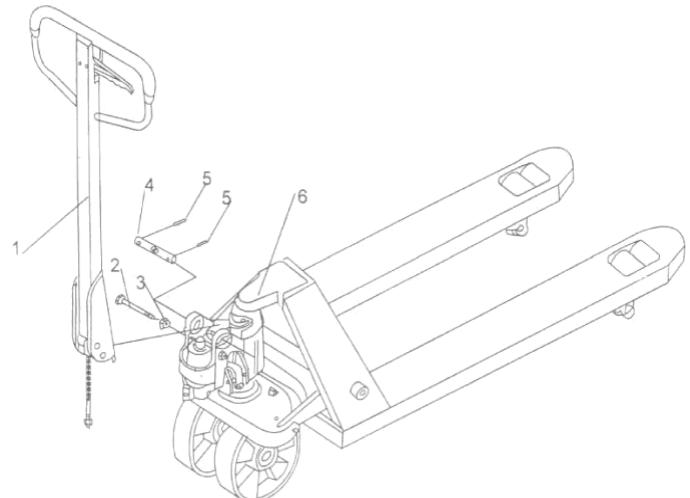

Bild 5 Montering av styrspak
- c) Tryck ner styrarmen; ta bort stiftet (2, bild 5).
- d) Ställ reglagespaken på handtaget till "RAISE"- (HÖJ) läget, höj sedan spakplattan med stiftet (2, Bild 5) och sätt in justerbullen i det främre spåret på spakplattan. Notera: Håll justermuttern under spakplattan.
- e) Använd en hammare för att föra in den andra tappen (5, bild 5) i det andra hålet på axeln.